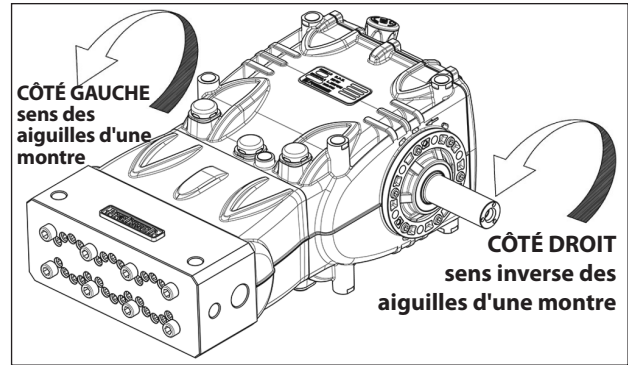

Fig. 6
En se plaçant face à la tête de la pompe, le sens de rotation devra correspondre aux indications de la Fig. 6.
N.B. La version représentée sur la Fig. 6 est celle de droite.